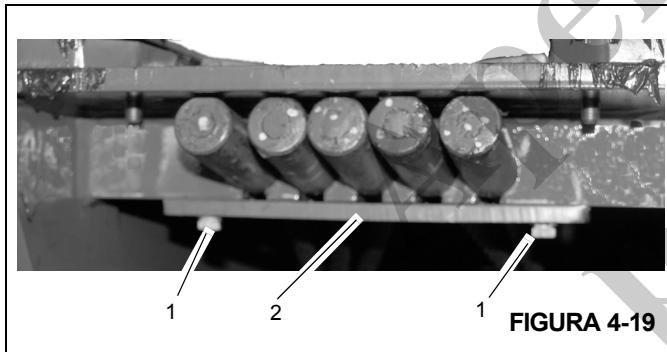

FIGURA 4-19
3. Remova os parafusos e as arruelas (1) que fixam a placa de retenção do cabo de extensão (2) na parte traseira da seção volante Figura 4-19. Remova a placa de retenção e as cinco extremidades dos cabos de extensão das fendas na seção volante.